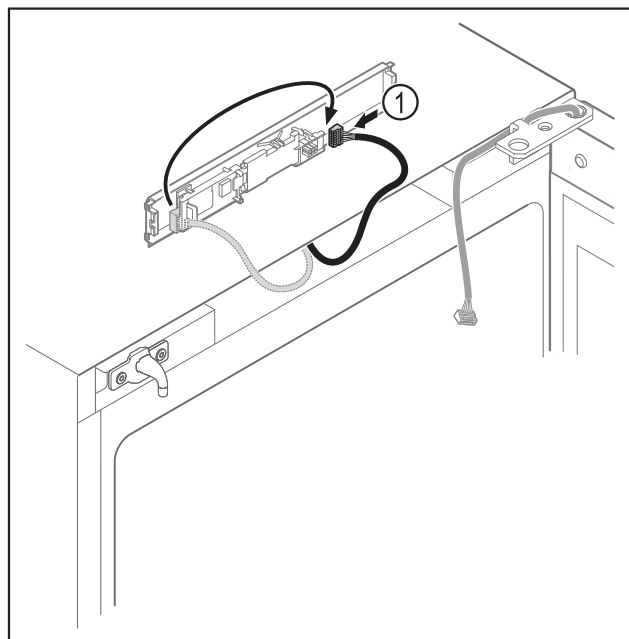

Fig. 19
- Stecker Fig. 19 (1) auf Platine umstecken.